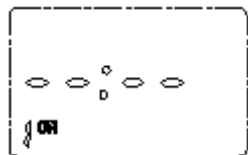

图14
4.2.4.1 在当前时钟状态下按一下“MD”键进入工作时间设定状态，此时屏幕左下角显示1on，如图14所示。